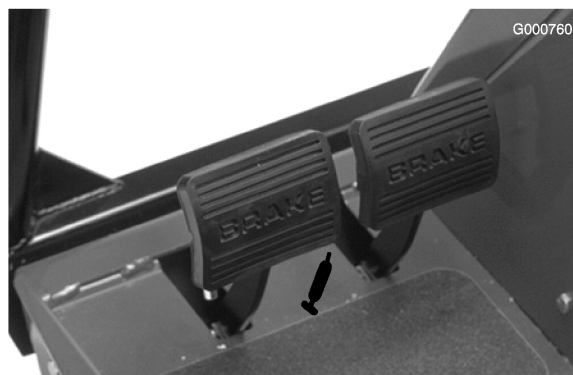

Figure 37
- Axe de pédale de frein (1) (Figure 37)